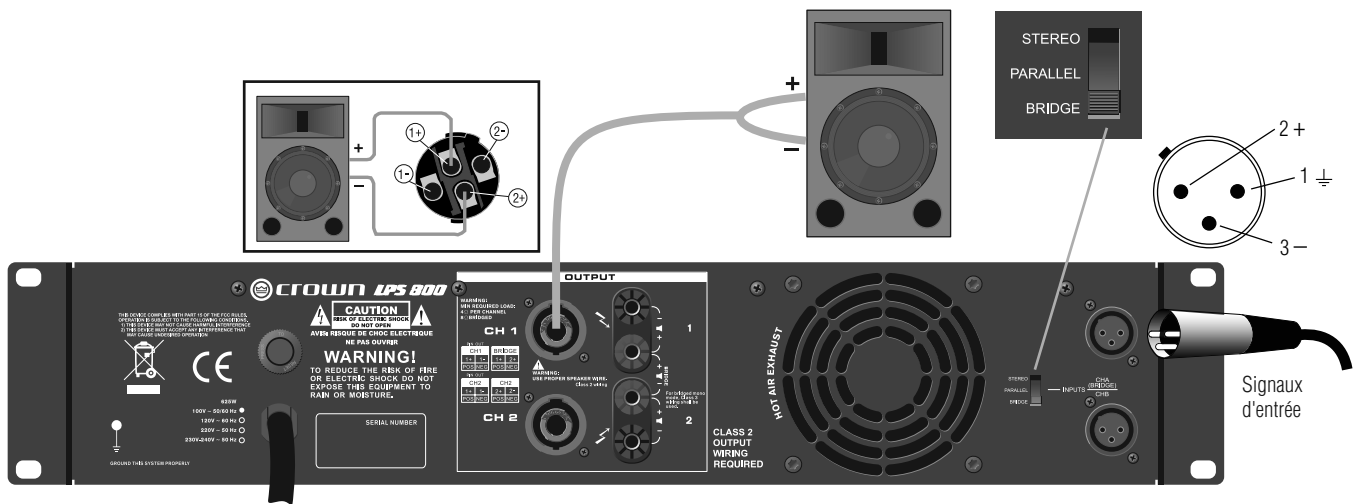

Figure 5. Câblage Bridge-Mono avec connecteurs Speakon®
1. Se reporter à la Figure 5. Sur le panneau arrière, régler le Commutateur de mode sortie sur BRIDGE.